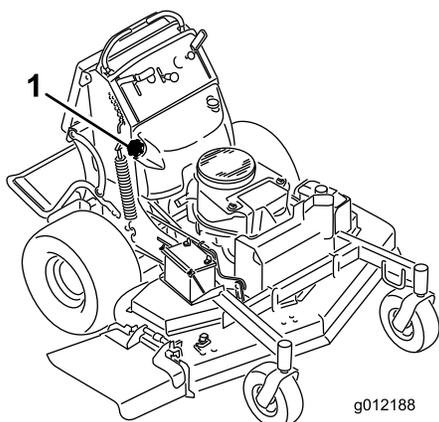

Figura 50
6. Servendovi della pompa a mano, travasate il carburante in una tanica pulita adatta (Figura 50).